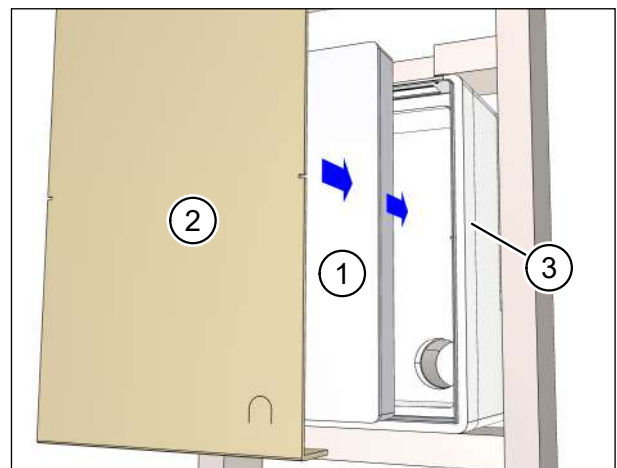

Fig. 53: Inserimento del coperchio protettivo e del coperchio di protezione dall'intonaco
- Inserire il coperchio protettivo (pos. 1 nella Fig. 53) nella cassetta a muro (pos. 3 nella Fig. 53).
- Inserire il coperchio di protezione dall'intonaco (pos. 2 nella Fig. 53) nella cassetta a muro (pos. 3 nella Fig. 53) fino al punto d'arresto.